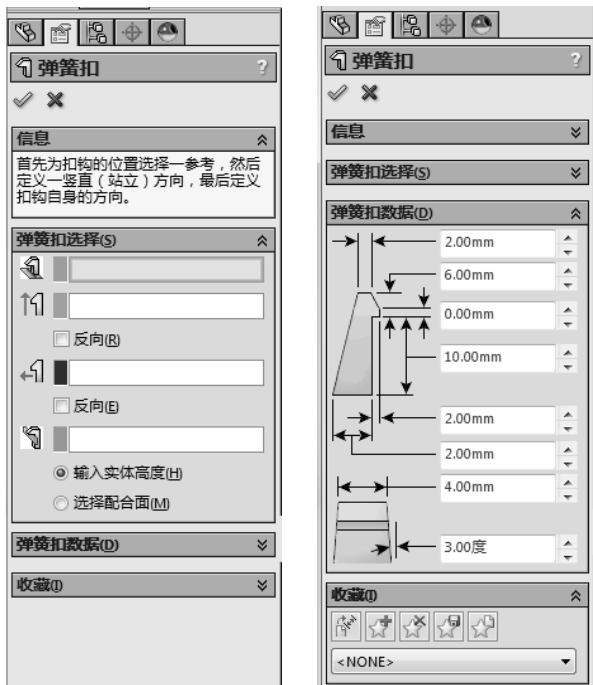

图 5-102 弹簧扣操控板
- [1] 单击扣合特征工具栏上的【弹簧扣】按钮, 或单击【插入】/【扣合特征】/【弹簧扣】。出现弹簧扣操控板, 如图 5-102 所示。